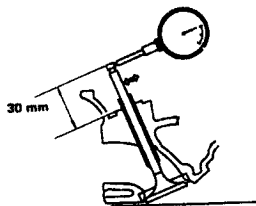

Рис. 1.20 Проверка чрезмерного зазора клапанов в направляющих втулках (См. Раздел 17)
15. Проверьте зазор между стенками направляющих втулок и клапанами. Если он легко заметен, необходимо установить новые направляющие втулки. Эту работу лучше доверить специалистам. Новые направляющие втулки необходимо установить так, чтобы они выступали на 15,0 мм над головкой блока цилиндров, а затем расточить при помощи развертки на 7,005-7,020 мм (См. рис. 1.20, 1.21 и 1.22).